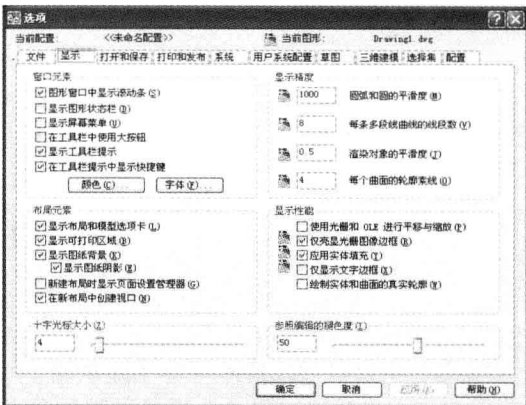
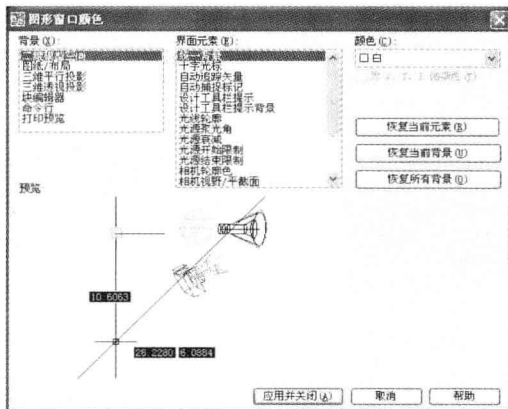

图 1-12 “选项”对话框中的“显示”选项卡
图 1-13 “图形窗口颜色”对话框
Step 01 选择【工具】下拉菜单中的【选项】命令,打开“选项”对话框,打开如图 1-12 所示的“显示”选项卡,单击“窗口元素”区域中的【颜色】按钮,将打开如图 1-13 所示的“图形窗口颜色”对话框。